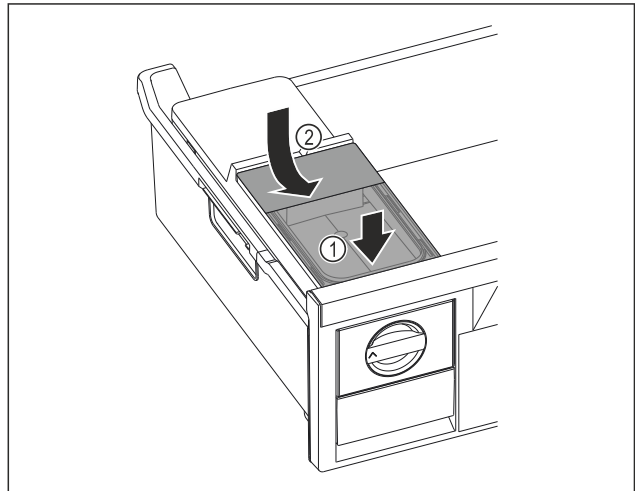

Fig. 101
- Aseta vesisäiliö edestä Fig. 101 (1)
- Laske vesisäiliö taakse alas Fig. 101 (2)